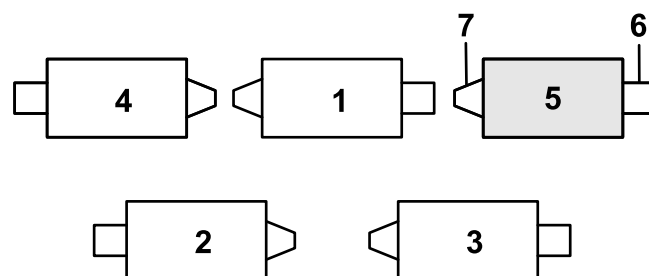

**Figura 12**
1. Si la chaveta está instalada en el orificio trasero de la varilla de compensación del muelle, retire la chaveta e introdúzcala en el orificio situado junto al soporte (**Figura 12**).